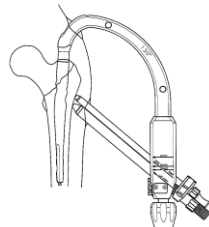

図9
- 10) ラグ/エクstrasクリュー用スリーブへ各々ガイドピンスリーブを組み付け、ターゲットデバイスへ装着します。(図9)